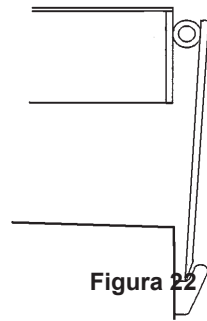

Figura 22
5. Una vez que el labio esté hacia abajo, siga presionando el botón LOWER hasta que la unidad pase a modo de oscilación y descienda hasta los retenes de labio (consulte la Figura 22).